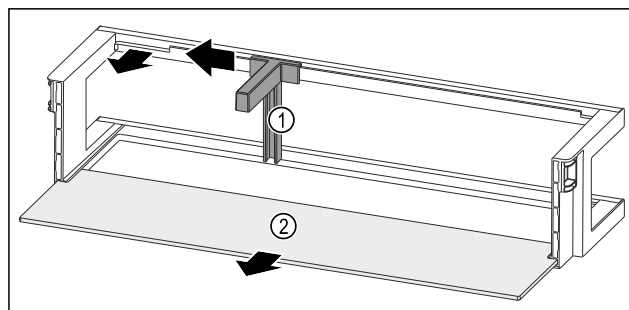

Fig. 203 Polica u vratima s držačem boca i policom za odlaganje
- Držač za boce Fig. 203 (1) pogurnite do otvora na stranu.
- Izvadite držač za boce Fig. 203 (1).
- Izvadite policu Fig. 203 (2).